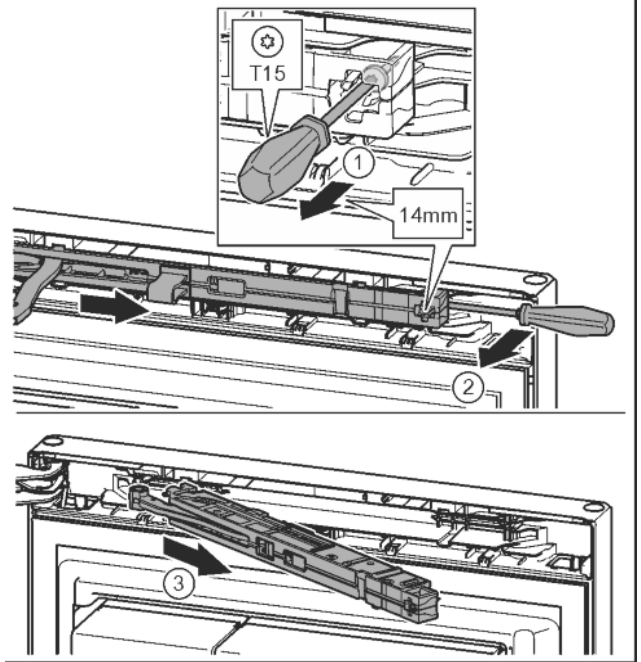

Fig. 15
- Desserrer la vis de l'amortisseur de fermeture de 14 mm environ avec un tournevis T15. *Fig. 15 (1)*
- Avec un tournevis, accéder à la partie postérieure de l'amortisseur de fermeture du côté de la poignée et faire pivoter en avant. *Fig. 15 (2)*
- Sortir l'amortisseur de fermeture. *Fig. 15 (3)*